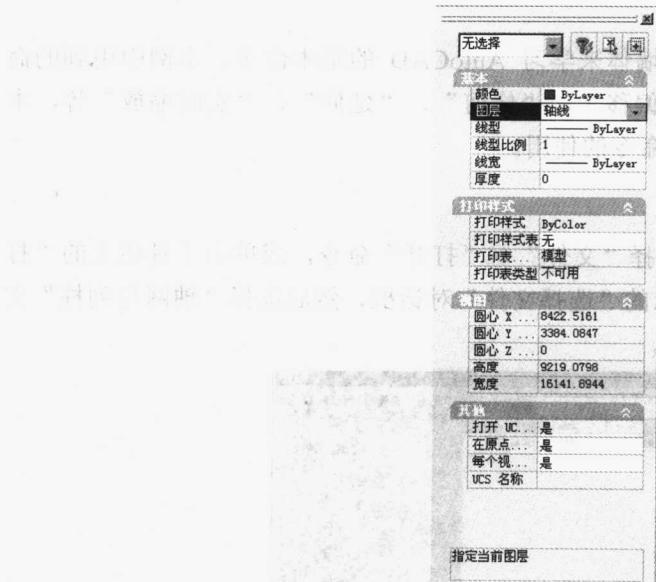

图 1-11 属性管理器
(12) 修改图形各部分构件的特性：单击快捷工具栏中“特性”按钮 ，会出现如图 1-11 所示的属性管理器，在图面中选取轴线，单击 **图层** 下拉列表框，选取“轴线”图层，然后确认。